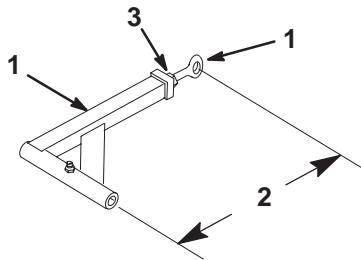

Figure 59
1. Pour régler les bras de poussée, desserrez le contre-écrou et tournez successivement les rotules dans le sens anti-horaire (Fig. 59).
2. Réglez chaque côté de la même façon. La longueur nominale de chaque bras de poussé doit être de 389 mm (Fig. 59).